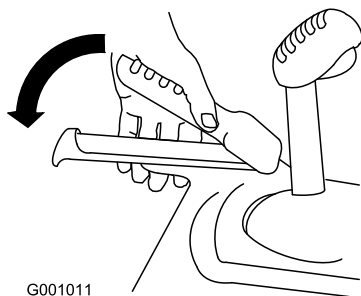

Bild 10
3. Drücken Sie den linken Hebel (Fahrtrieb) zum Handgriff (Bild 10).
6. Drücken Sie den linken Hebel (Fahrtrieb) zum Handgriff (**Bild 10**).